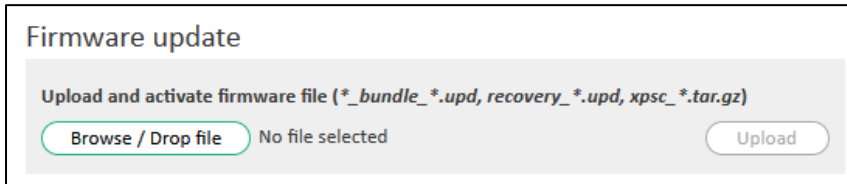

Abbildung 46: Global System Settings – Firmware update
2. Klicken Sie auf die Schaltfläche „Browse/Drop file“ im Block „Firmware update“, um den „Öffne-Datei“-Dialog des Betriebssystems aufzurufen (s. Abbildung 46).